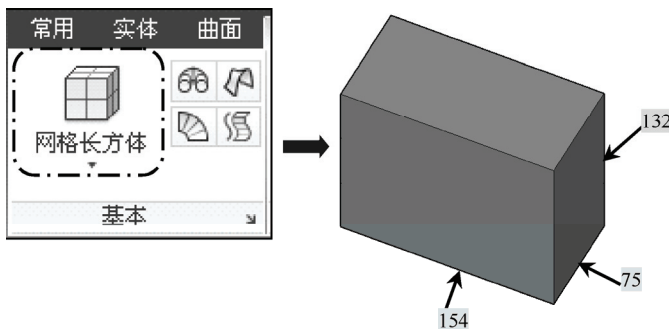

图 14-18 绘制立方网格
3) 单击“网格”选项卡，在“视图”面板中单击“网格长方体”工具按钮，在屏幕中指定第一个角点，选择“长度”选项（1），打开正交，拖动鼠标到正 y 方向，输入长度“154”，拖动鼠标到正 x 方向，输入宽度“75”，拖动鼠标到正 z 方向，输入高度“132”，绘制一个 154×75×132 的立方网格，如图 14-18 所示。